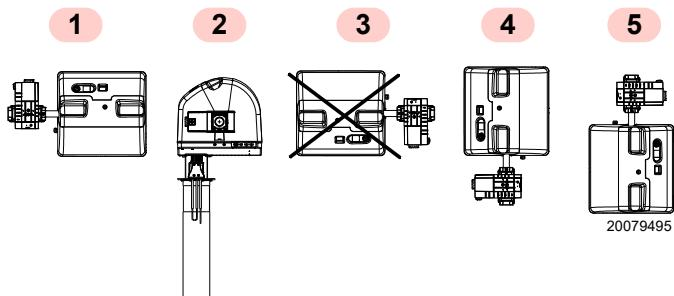

Fig. 7
- Le brûleur est exclusivement prévu pour fonctionner dans les positions **1, 2, 4 et 5** (Fig. 7).